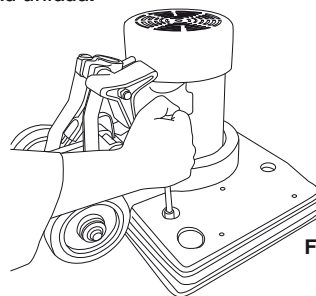

Fig. 3
5. Remove the 4 screws that hold the pad driver with the chassis. (Fig. 3)
5. Retire los 4 tornillos que sujetan con el chasis. (Fig. 3)